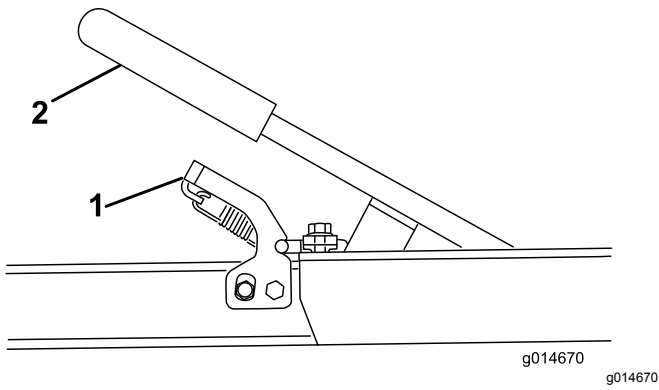

图11
1. 在控制拖车底板和握住手柄的同时向下按压门锁总成并提升手柄图11。将拖车降落到地面上。
7. 向下推动手柄直至拖车总成在门锁总成中锁定图11。